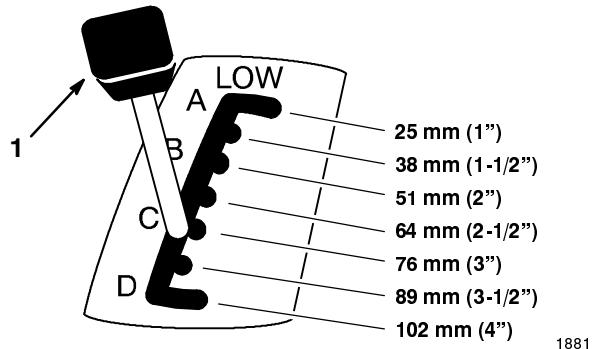

Abbildung 5
2. Den Schnitthöhenhebel (Mähdeckanhebung) ziehen und auf die gewünschte Position bewegen (Abb. 5).